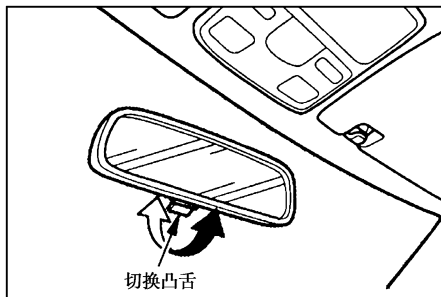

图 1-26
• 夜间为防止车内后视镜反光眩目, 可扳动切换凸舌将后视镜转动一个角度, 白天再将后视镜恢复到原来的位置(图 1-26)。